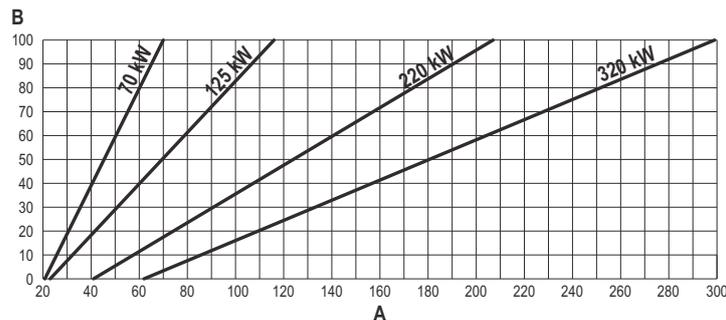

fig. 64
- Pulse las **teclas contextuales 1 y 2** para aumentar o disminuir la capacidad térmica (mínima = 00 - máxima = 100). Vea el diagrama "Regulación de la capacidad térmica" (fig. 64).